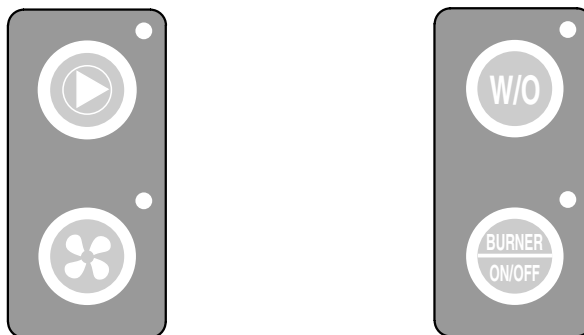

fig. 55
- un gruppo per la selezione rapida di funzioni particolari, costituito dai 4 tasti posti ai lati. (fig. 55)